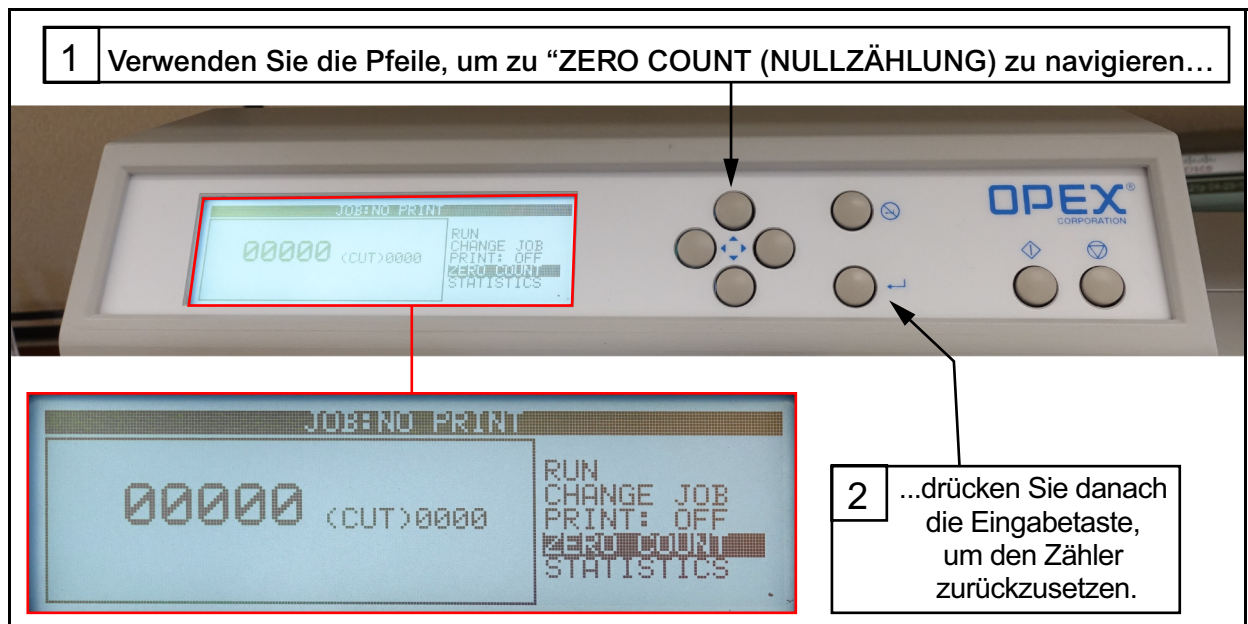

Abbildung 4-7: Den Zähler zurücksetzen
5. Benutzen Sie die Pfeiltasten, um **ZERO COUNT (NULLZÄHLUNG)** hervorzuheben. Drücken Sie danach die **Eingabetaste**, um den Zähler (Abbildung 4-7) zurückzusetzen.